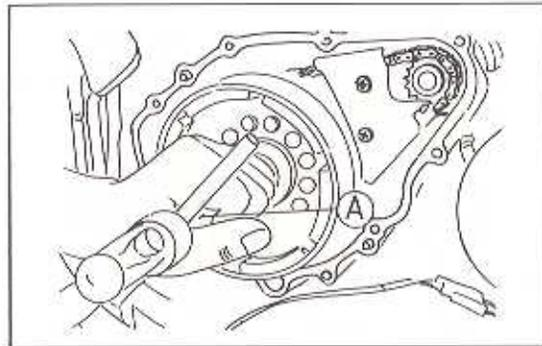

Bild 151
- Mit dem Rotorabziehwerkzeug 57001-254 oder 57001-1099 den Läufer von der Kurbelwelle abziehen (Bild 151).